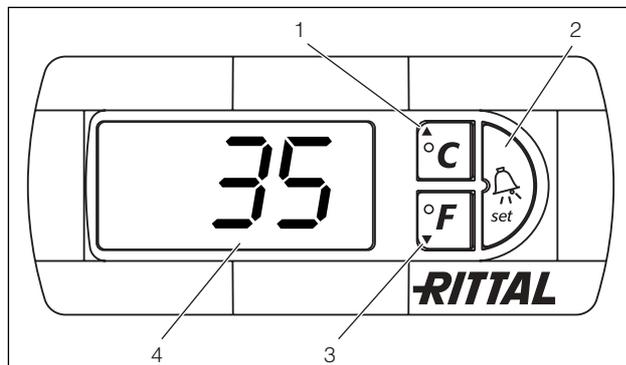

Imagen 28: Controlador Confort
El controlador Confort dispone de una indicación de 7 segmentos (imagen 28, nº 4). Tras la conexión de la fuente de alimentación durante aprox. 2 s se muestra la versión actual del software, a continuación una opción preajustada (por ej. t10) o la temperatura. En servicio normal la indicación muestra tanto la temperatura (en grados celsius o fahrenheit, seleccionable), así como las indicaciones de fallo. La temperatura interior actual del armario se indica de forma permanente. Al producirse una indicación de fallo esta se muestra de forma alternada con la indicación de temperatura.
La programación del aparato se realiza a través de las teclas 1 – 3 (imagen 28). Los parámetros también aparecen en la indicación.
- Presione simultáneamente las teclas 1 y 2 (imagen 28) durante 5 segundos mín.
Con las teclas 1, 2 y 3 (imagen 28) puede modificar 24 parámetros dentro de los niveles preestablecidos (valor mín., valor máx.).